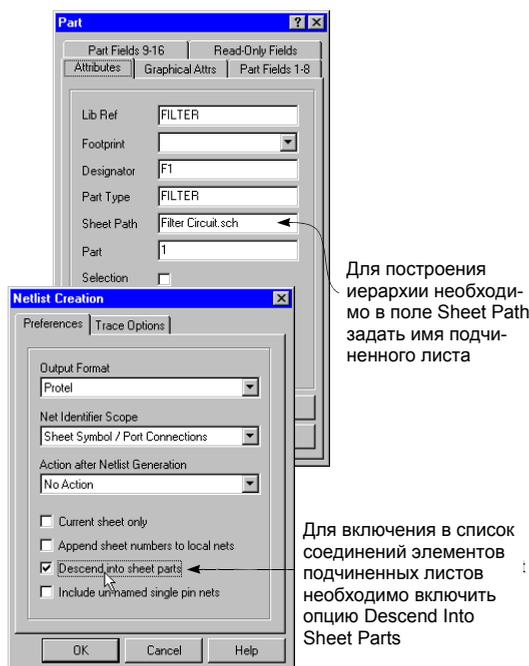

Рис. 3.37. Настройка генерации списка соединений при использовании модели 5.
2. Включить опцию **Descend into Sheet Parts** в диалоговом окне **Netlist Creation**. При использовании этой опции все листы должны располагаться в одной папке (рис. 3.37).